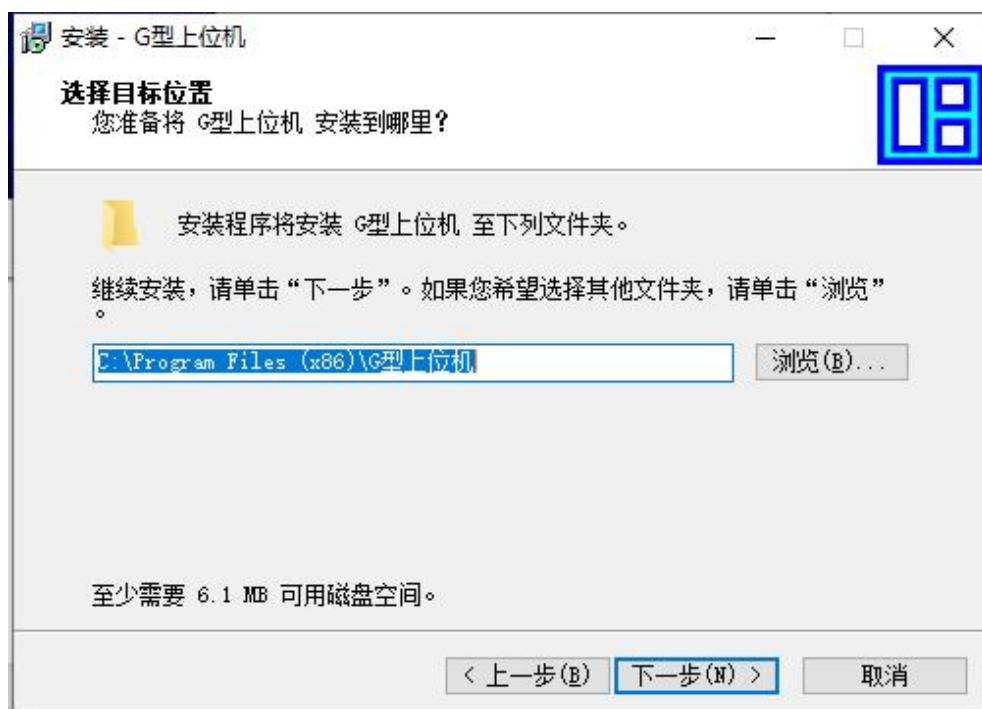

图 1-2
3、在弹出的安装分析软件选择目标位置这里，点击“浏览”可任意选择储存文件夹（“c 盘”/“d 盘”均可）,选择完毕后点击“下一步” ，继续进行一步操作；如图 1-2;